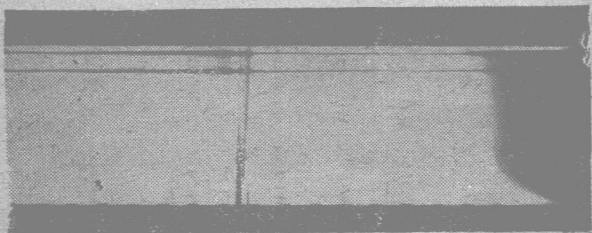

图 4
4. 摄影或录音时，使用的装片暗盒与机器连接处不严密，在机器开动时，距片头或片尾的1—2呎处有横綫跑光(图4)。收片暗盒的跑光在镜头的尾部，供片暗盒的跑光在镜头的头部。